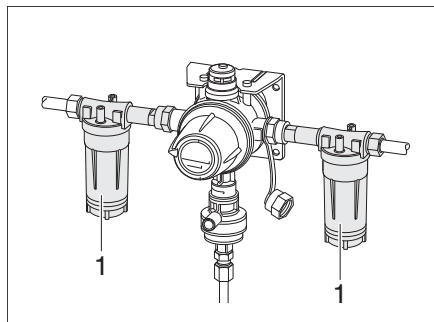

Bild 69 Gasfilter
**Gasfilter** Die Gasfilter (Bild 69,1) filtern Abdampf-Rückstände wie Olefine, Paraffine und sonstige Kohlenwasserstoffverbindungen aus der Gasanlage heraus. Die Filterpatronen müssen in regelmäßigen Abständen kontrolliert und spätestens alle 2 Jahre ausgewechselt werden.